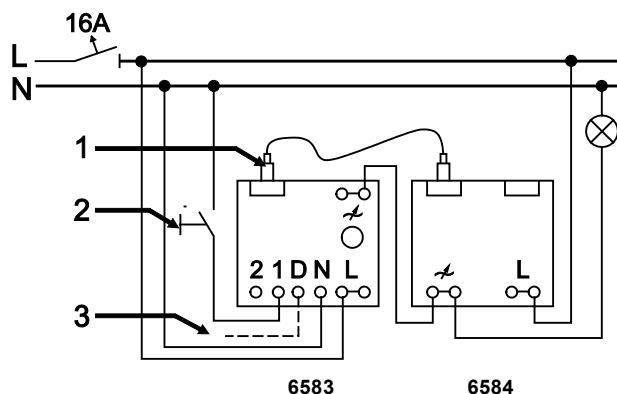
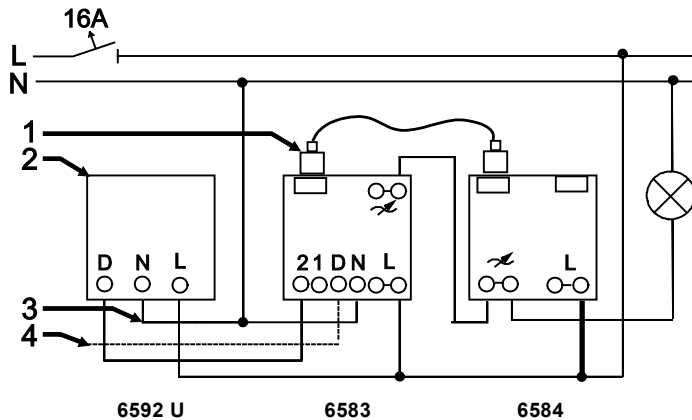

Abb. 4: Leistungserweiterung des Zentraldimmers 6583 mit dem Leistungsbaustein 6584, Tasterbetrieb
Abb. 5: Leistungserweiterung der Zentralsdimmer 6583 mit Leistungsbaustein 6584, Dimmerbetrieb
1. Verbinden Sie den Dimmer 6583 und den Leistungsbaustein 6584 über die RJ12-Datenleitung; siehe Abb. 4 und Abb. 5.